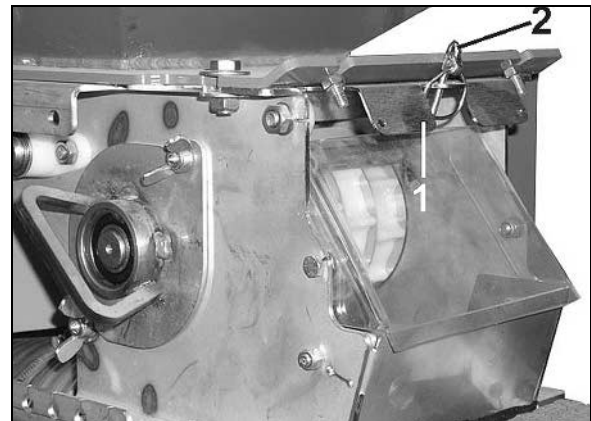

Рис. 55
1. Уберите фиксирующий палец с пружинной защелкой (Рис. 55/2) (требуется только для закрытия заполненного семенного бункера заслонкой (Рис. 55/1)).
Откройте все заслонки (Рис. 55/1) и закрепите фиксирующими пальцами с пружинной защелкой (Рис. 55/2).